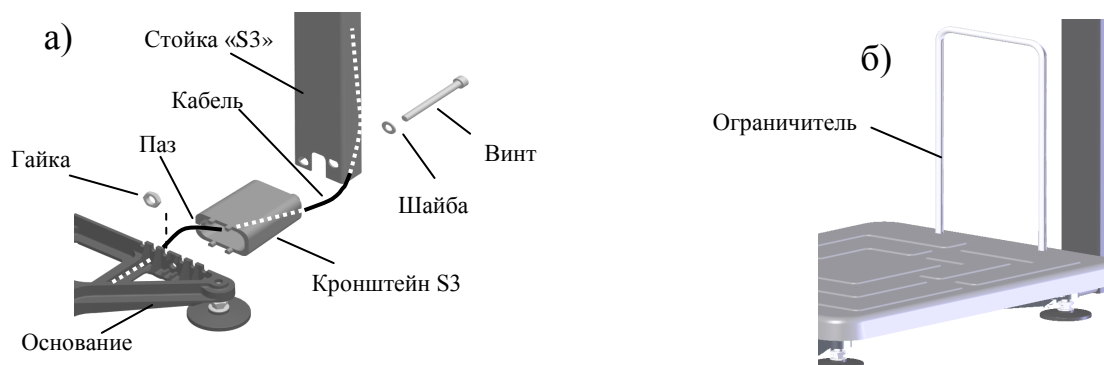

Рис. 5.2 - Крепление прямоугольной стойки к модулю ТВ-S_
- Протянуть кабель через кронштейн и стойку (см. Рис. 5.2 а).
- Плотно вставить в отверстия платформы ограничитель, Рис. 5.2 б.